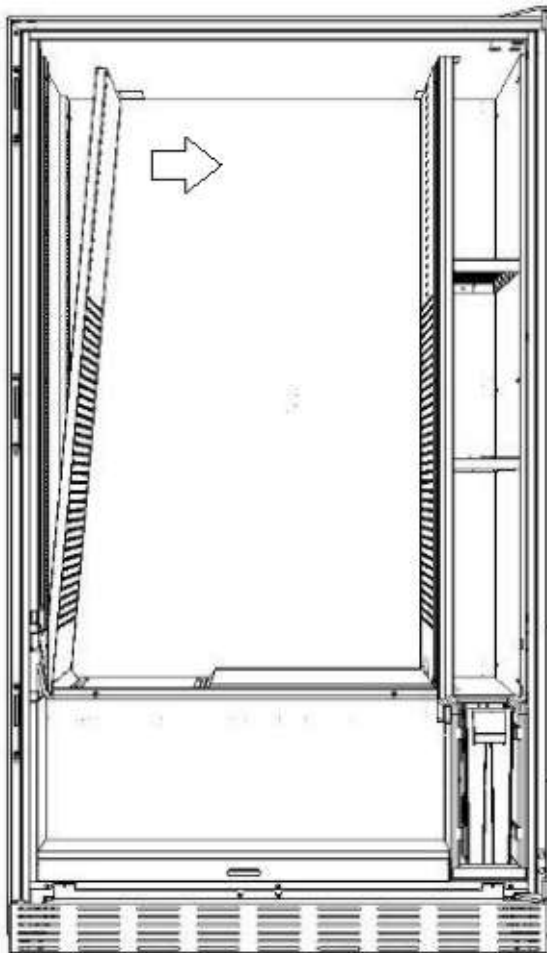

fig.8
- Den oberen Teil der gelochten Seitenwand ins Innere der Maschine ziehen, wie in **fig. 8** gezeigt.